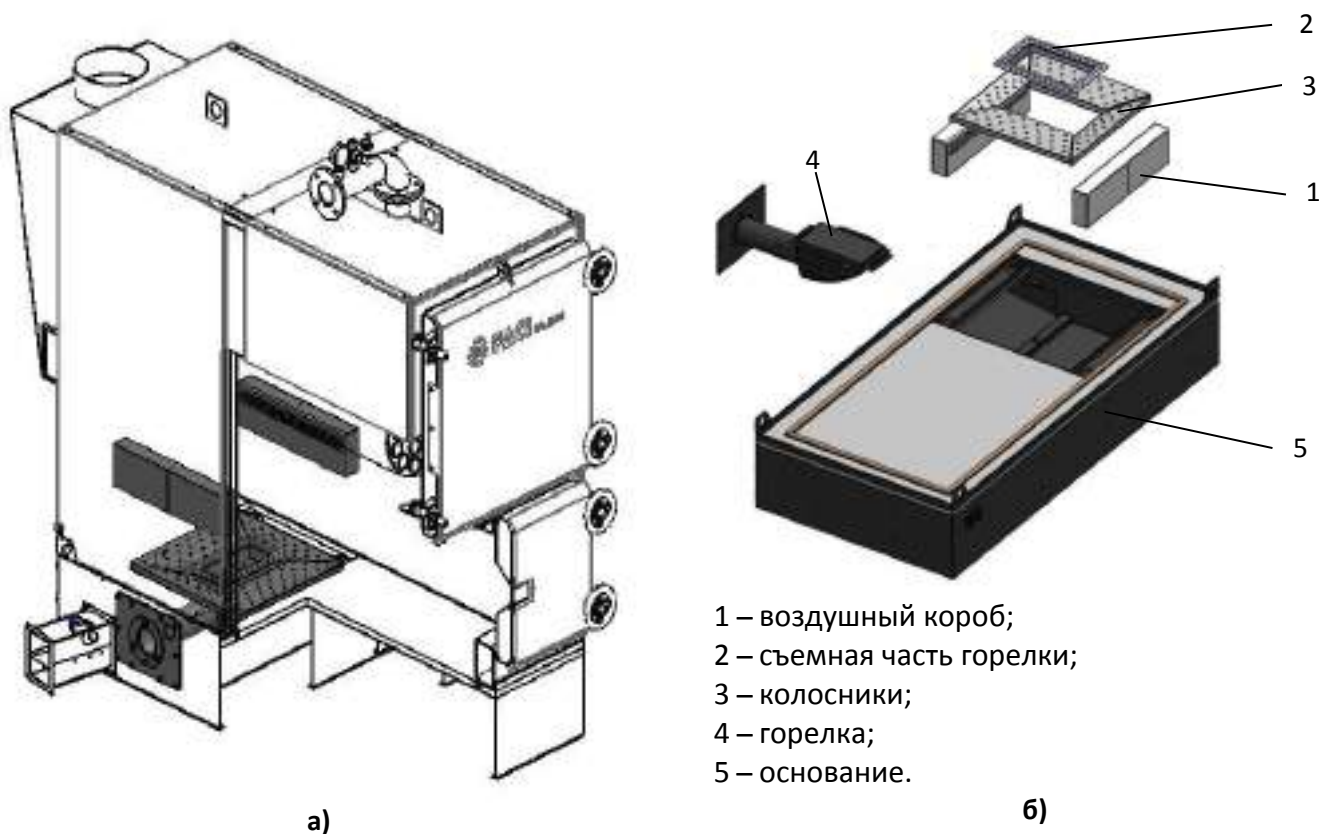
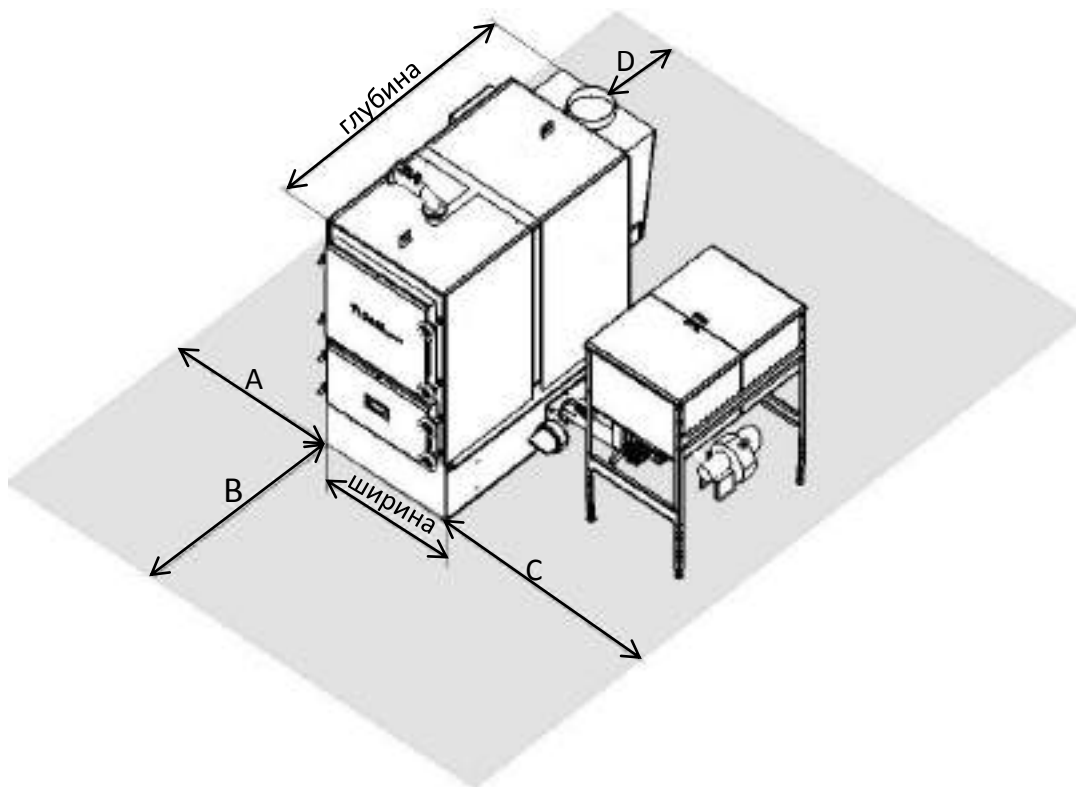

Рис. 11
Рис. 22
Выставляем корпус котла на ровную, очищенную от мусора поверхность, учитывая расстояния от препятствий при монтаже (см. рис. 22). Закрепляем горелку поз. 4 (рис. 11б) к корпусу с внешней стороны, используя гайки М10 (8 шт), шайбы М10 (8 шт). Затягиваем соединение гаечным ключом, не перетягивая резьбу. Колосники укладываем с боков от горелки (см. поз 3 рис 11б). Устанавливаем воздушные короба (поз 1 рис 11б). Съемную горелку поз. 2 устанавливаем на горелку сверху (рис. 11б).
2.6.1.4 При установке котла в котельной необходимо соблюдать требования выдерживания свободных расстояний до ближайших препятствий (рис. 22). В указанных размерах свободных расстояний не должно находиться никаких предметов, ни трубопроводов, ни других элементов котельной. Указанные технологические проходы должны быть свободны для доступа в любое время и ничем не загромождены.
Обозначение на рис. 22	Требуемое значение размера.